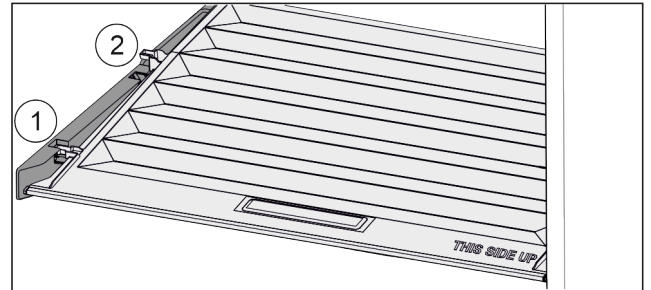

Fig. 40
- ▶ Deckel bis zur Öffnung in den Halteteilen nach vorne ziehen Fig. 40 (1).
- ▶ Hinten von unten anheben und nach oben wegnehmen Fig. 40 (2).